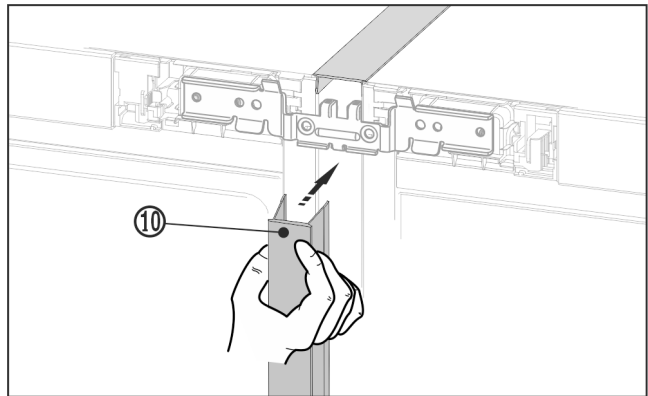

Fig. 28
- ▶ Auf der Vorderseite die lange Abdeckleiste Fig. 28 (10) in den vertikalen Spalt drücken. Darauf achten, dass die Leiste auf dem Verbindungsblech aufsteht.